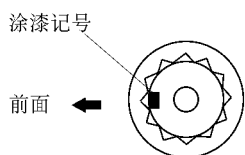

图 1-68 作涂漆记号
6) 用油漆在螺栓头部的前侧作一个记号, 如图 1-68 所示。